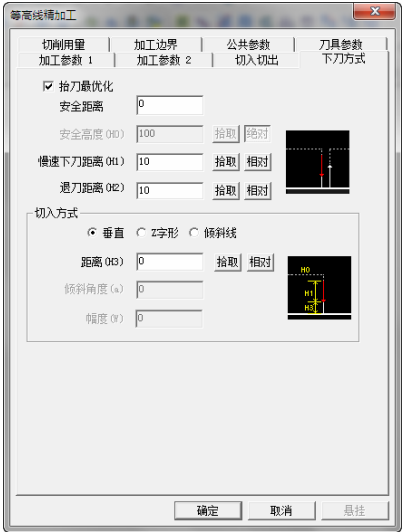

图 8-55 “下刀方式”选项卡
4) 单击“下刀方式”选项卡，勾选“抬刀最优化”，设置“切入方式”为“垂直”。“安全距离”“慢速下刀距离”“退刀距离”“距离”参数数值如图 8-55 所示。